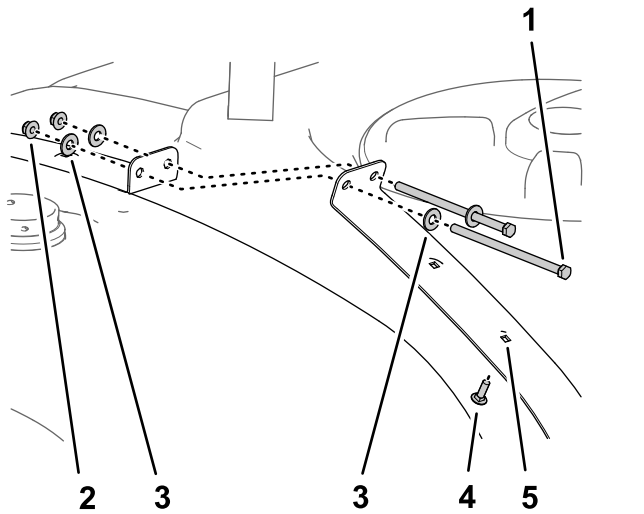

図 29
1. 液剤タンクの前側固定ベルトを固定しているボルト3/8 x 7 インチ 2本、ワッシャ3/8 インチ4枚、ロックナット 3/8 インチ2個を取り外す 図 29。
2. 図 29に示すように、キャリッジボルト (5/16 x 1 インチ)を固定ベルトの2番目の穴に入れる。
3. 前側の固定ベルトを組み合わせるステップ 1で外したボルト2本、ワッシャ4枚、ロックナット2個を使用し、ボルト・ナットは手締めする 図 29。